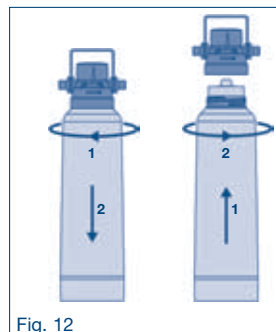

Fig. 12
2. Desaperte o elemento filtrante na cabeça do filtro, rodando-o para a direita (ver fig. 12). Para facilitar a desmontagem dos elementos filtrantes, é possível oscilar a cabeça do filtro no suporte em 90°.
3. Instale um novo elemento filtrante (ver fig. 12)